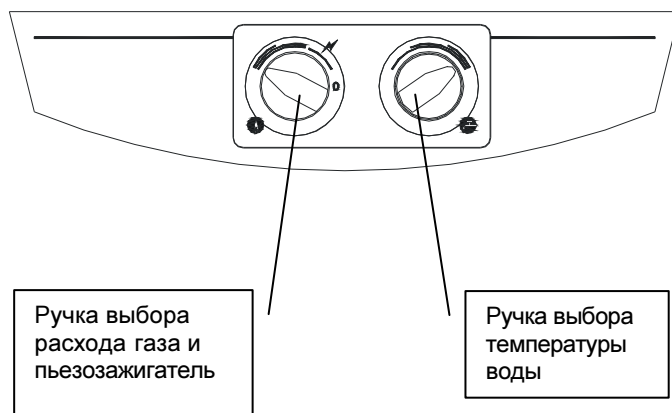

Рис. 4.4.1 Элементы регулирования и их функции
- заложить поворотные ручки расхода газа (в середине внутренняя резьба) и выбора температуры (без внутренней резьбы) (рис. 4.4.1) - втиснуть до упора возвращая внимание на их положение по отношению внутренних поворотных ручек.
Водонагреватель снабжен современной водно-газовой арматурой, осуществляющей пропорциональную регуляцию мощности, что дает возможность поддерживать постоянную температуру воды на выходе. В арматуре есть регулятор протока (количества) воды с плавной регулировкой. Если ручка выбора температуры воды (рис. 4.4.1) повернута до упора вправо, получаем малый поток воды – т.е. 5,7 л/мин (19,2кВт); 6,5 л/мин (22,6кВт) . с максимальной температурой (при положении ручки регулировки расхода газа в левом крайнем положении). Еще меньшее количество вытекающей воды достигается прикрытием водоразборного крана. Если ручка выбора температуры повернута до упора влево, получаем большой поток воды – т.е. 11,5 л/мин (19,2кВт); 13 л/мин (22,6кВт). с низкой температурой (положение ручки регулировки потока газа как указано выше).